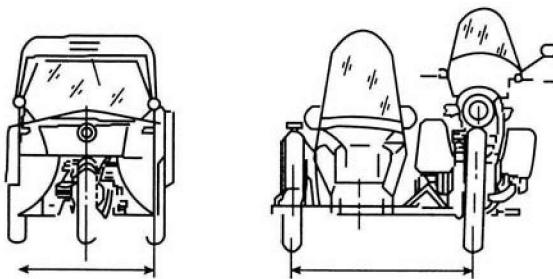

图 1-8 摩托车的轮距
(6) 轮距:通过两个后轮或后轮与边轮中心且平行于 Y 面的两平面间距离,如图 1-8 所示,单位 mm。